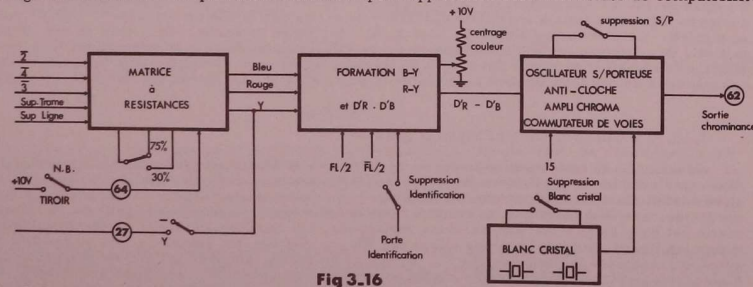

Fig 3.16
D'après le synoptique de ce tiroir, fig. 3.16., il est possible de suivre les différentes étapes d'élaboration des signaux de la mire couleur. Le tiroir couleur ne fonctionne que si la touche NB/Tiroir est sur Tiroir. Le +10 V passe en coupure par l'une des palettes du contacteur S3e avant d'arriver au plot (65) du tiroir couleur. Le signal de luminance "Y" est élaboré par une matrice à résistances, à partir des signaux de base R-V-B qui sont additionnés après application des coefficients de compatibilité